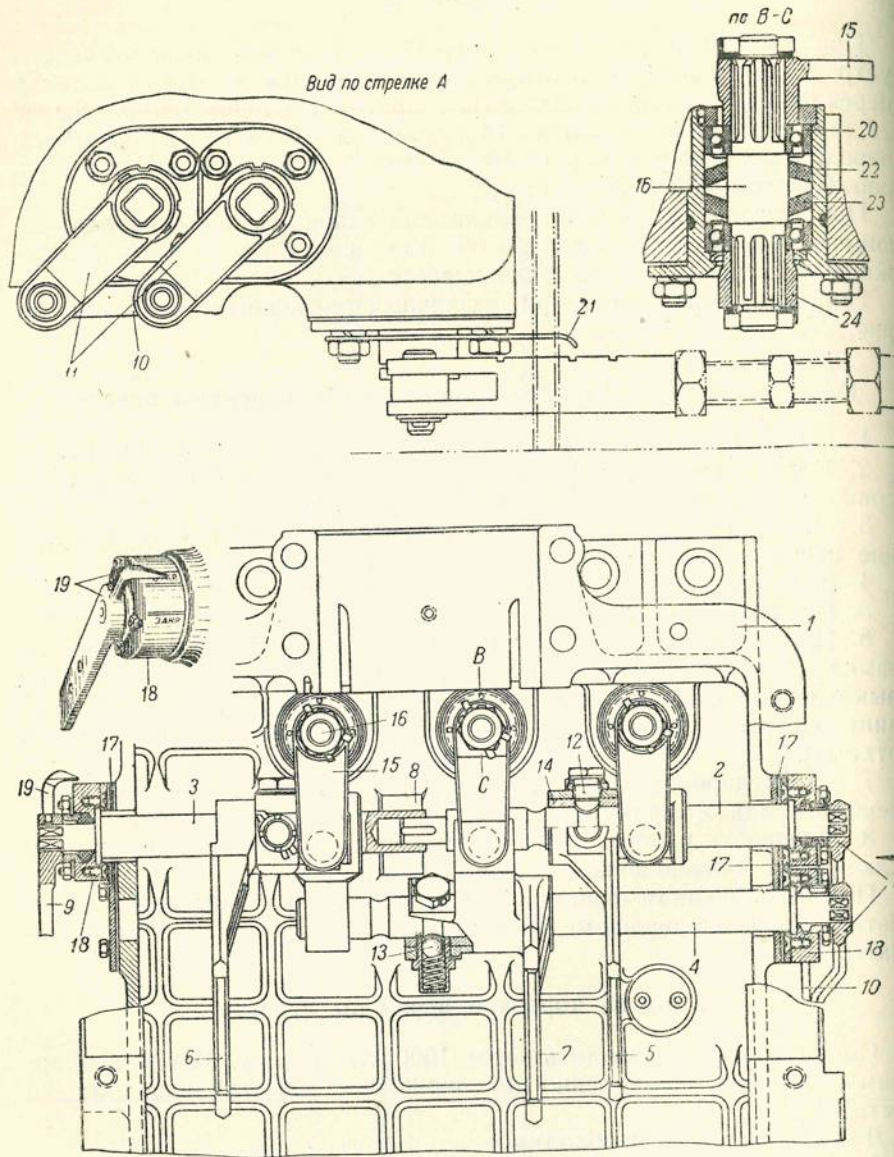

Рис. 26. Переключающее устройство коробки перемены передач и замковый механизм:
Переключающее устройство. Переключающее устройство (рис. 26) состоит из следующих основных деталей: рычагов 11, 9 и 24, балансиров 15 с осями 16, валиков 2, 3, 4 и вилок 5, 6 и 7.
При выключенном главном фрикционе замок выключающего устройства должен быть открыт, т. е. продольные вырезы валиков переключения должны находиться против стопоров вилок. Рычаг 24 (рис. 26), поворачивая ось 16 и укрепленный на ней балансир 15, передвигает вилку вдоль валика и вводит в зацепление шестерни соответствующей передачи.
2. Установить рычаг 9 замка (рис. 26) так, чтобы стрелка 19 совпала со словом «откр.» (замок открыт).